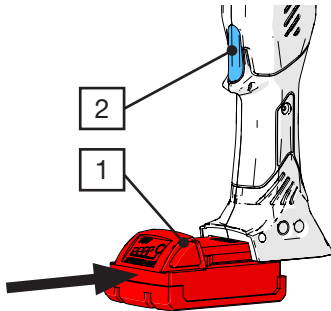

Fig. 6: Colocación de la batería
- Mantenga pulsado el botón START (Fig. 6 /2) e introduzca la batería (Fig. 6 /1) de nuevo. Los LEDs de estado parpadearán en rojo.